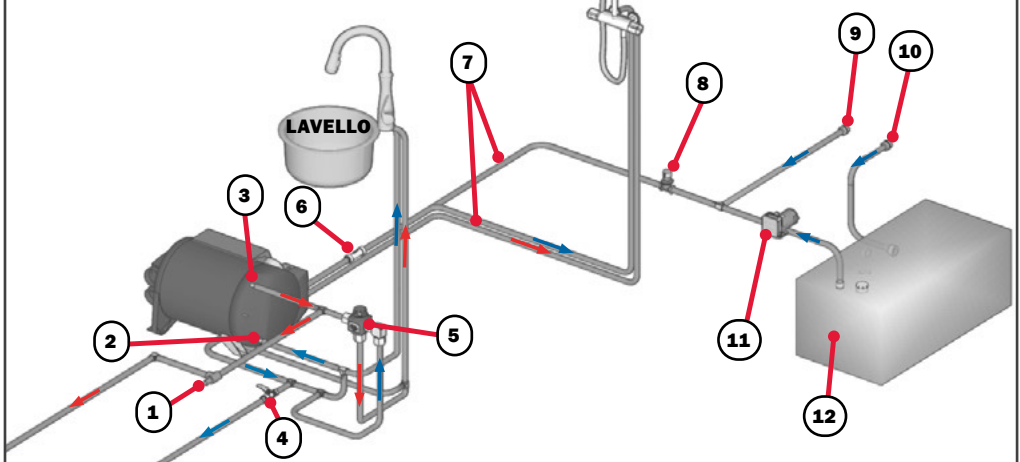

Figura 24
- La valvola di non ritorno (n. 6 Figura 24) deve essere installata nella direzione corretta.